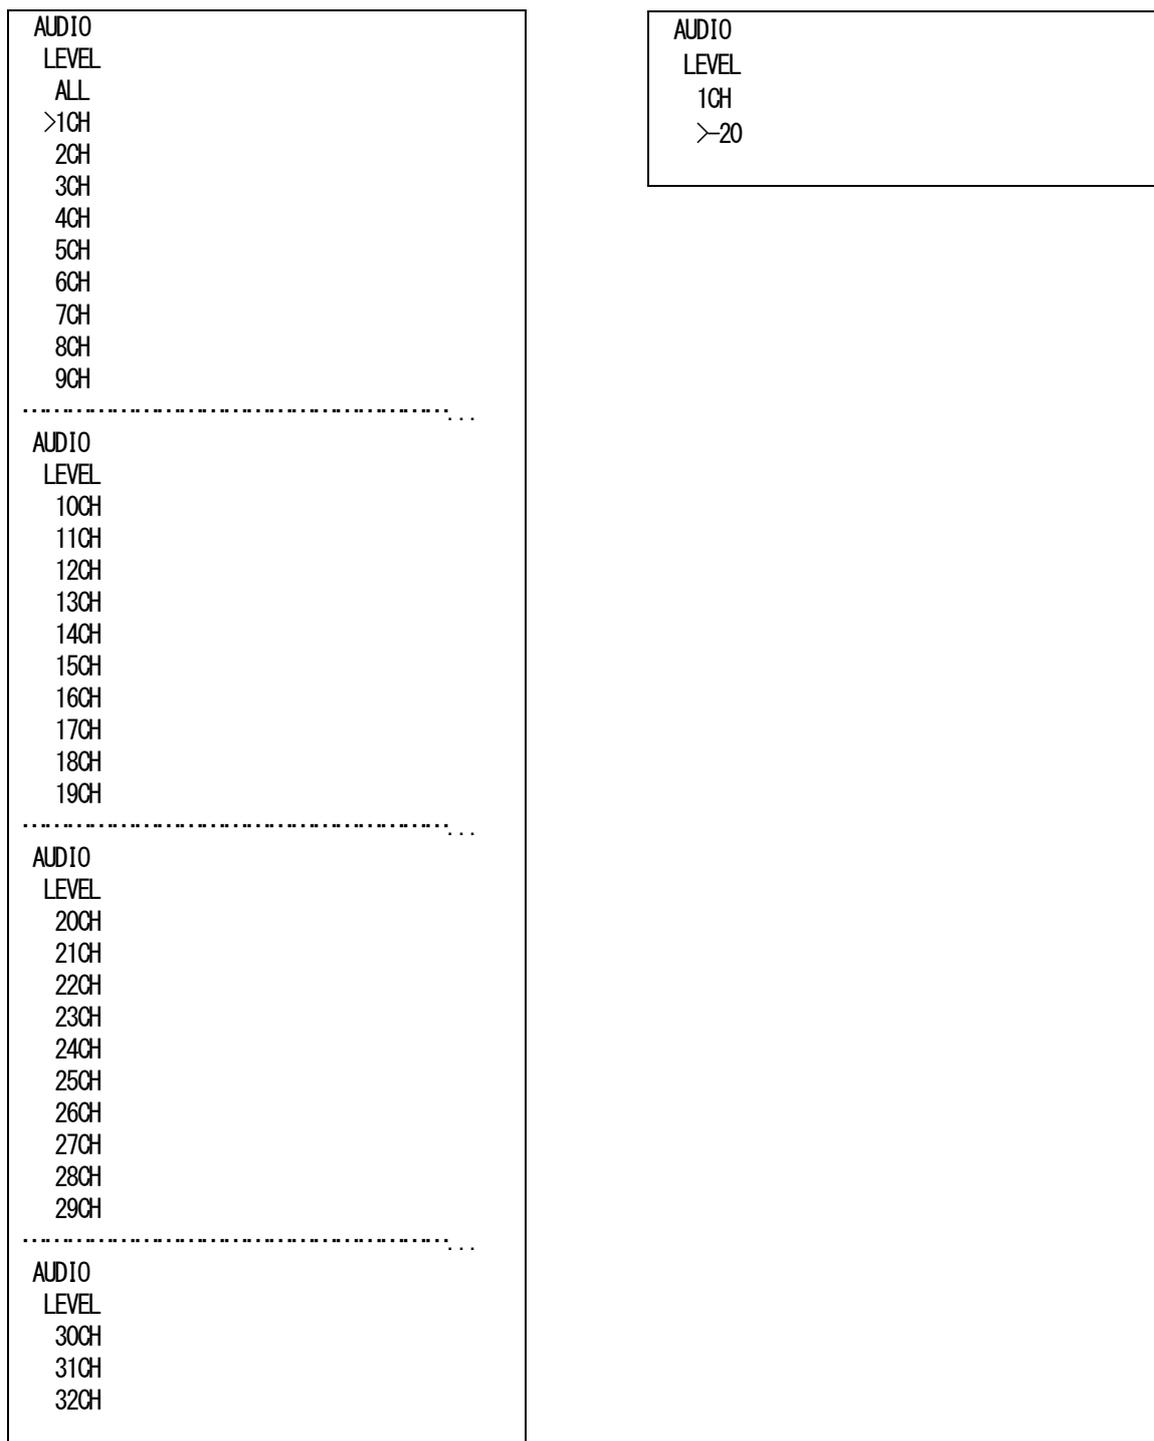

図4-44 オンスクリーンメニュー (LEVEL例)
- 1) AUDIOメニューで「LEVEL[LEV]」を選択し、**ENTER**ボタンを押すと図4-44のような設定メニューが表示されます。